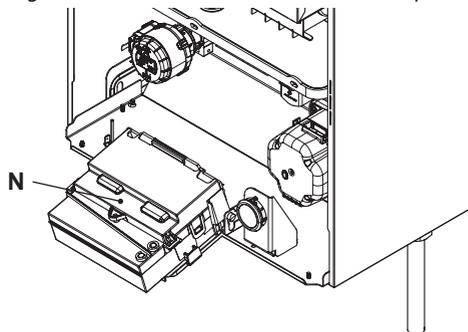

Figura 5.18
- Individuare il coperchio copri morsetteria N (Figura 5.18) rimuovere le viti di tenuta ed aprirlo.